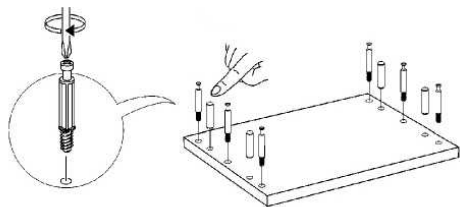

Рис. 3 - Установка шкантов и штоков эксцентриков
**2.1** Ввинтите в спинку (1), изножье (4) штоки эксцентриков, а также вставьте шканты. (Рис.3).